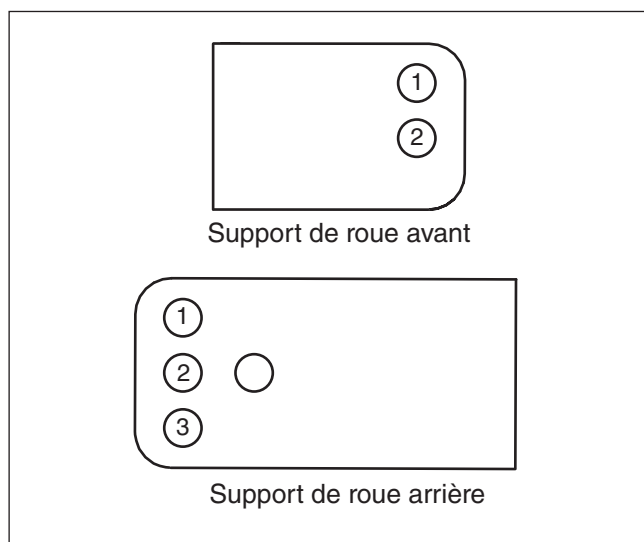

Figure 29
4. Assembler les roues de jauge dans le trou sur le support de roues de jauge qui positionne la roue de jauge la plus proche du sol sans pour autant le toucher (voir la **Figure 29** et la **Table ci-dessous**).
5. Fixer la roue de jauge (4), le manchon (3) et le boulon (2) sur le support à l'aide de l'écrou (1).